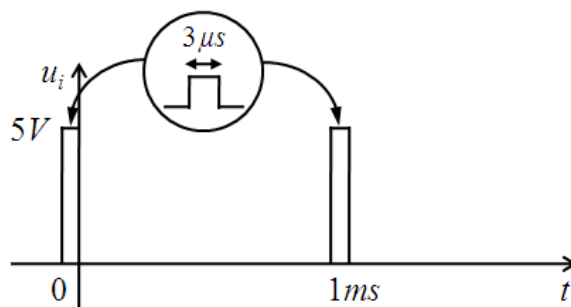

图 4.5
2) 零输入响应的输入信号如图 4.5 所示, 幅度为 5V , 周期为 1ms , 脉宽为 $3\mu\text{s}$ 。